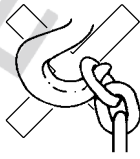

Fig. 7
Al tirar la cadena de mando (Fig. 10) en el sentido de las agujas de un reloj se elevará la carga. La carga debe de estar colocada en el centro del gancho y las puntas del gancho no se deben sobrecargar por ningún motivo (Fig. 7).
- De hakenspits niet belasten (Fig. 7).
Een last moet altijd in het midden van de haak gehangen worden, de hakenspits niet belasten (Fig. 7). Dit geldt ook voor de bovenhaak.